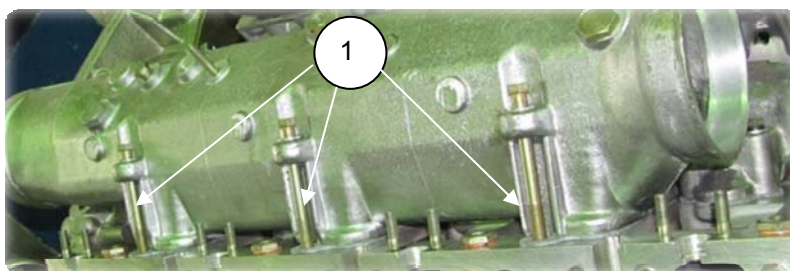

Рис. 2.38
1. Снять коллектор впускной передний левый (850.1115014) и впускной задний левый (8502.1115013), отвернув 12 болтов М10 (1) (S=14) (рис. 2.38);
2. Снять коллектор впускной передний правый (840.1115012) и впускной задний правый (8502.1115011), отвернув 12 болтов М10 (S=14) (рис. 2.38).